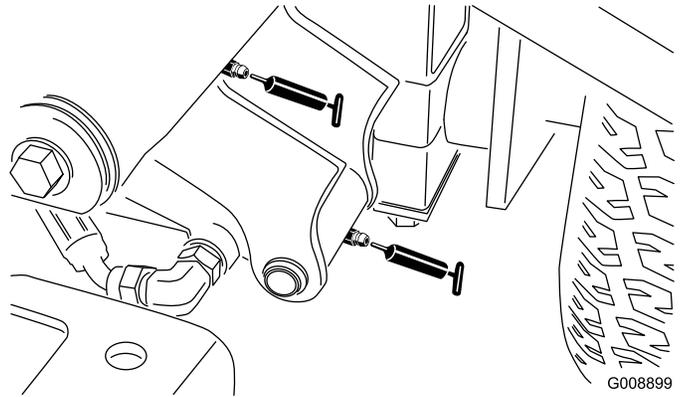

Figure 38
- 2 pivots de bras de levage avant gauche et vérin de levage (**Figure 38**)